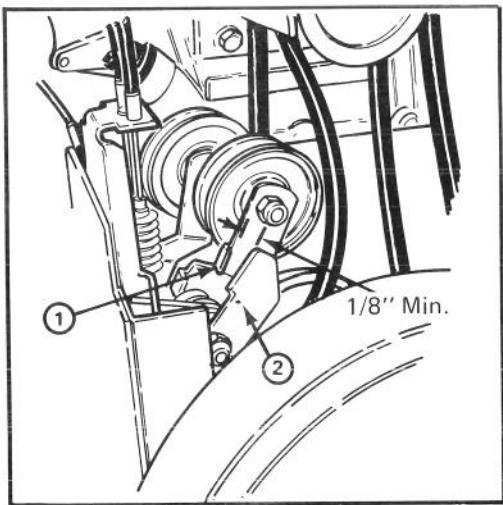

Abbildung 27
2. Leitrad- und Bremseinstellung überprüfen. Der Mindestabstand zwischen der Zunge am Gebläselenkzwischenhebel und Bremshebel (Abb. 27) sollte 3 mm betragen. Ist der Abstand weniger als 3 mm, ist der Riemen auszutauschen.